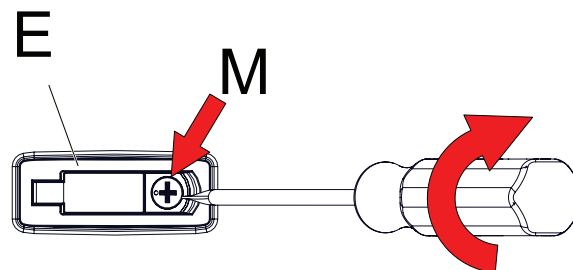

Figura 8-3 - Pulsante di apertura
- 1.-andare sul pulsante di apertura "E" e con un cacciavite girare di 1/4 di giro in senso orario il punto "M" (Figura 8-3);
(Figura 8-3);
- 2.-andare sul pulsante di apertura "E" e con un cacciavite girare di 1/4 di giro in senso orario il punto "M" (Figura 8-3);
- Premere sul punto "M" dei due pulsanti di apertura "E" (Figura 8-3);